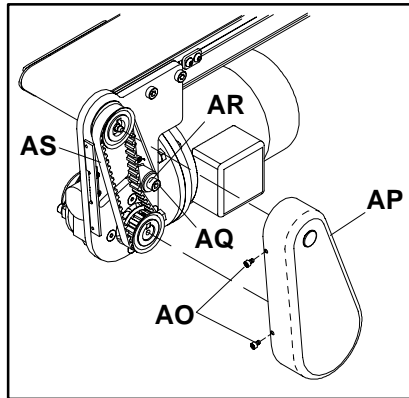

Figure 17: Détail du retrait du carter de la courroie
Débranchez la source de courant électrique. Ensuite, enlevez les vis (AO de la figure 17) qui fixent le carter de la courroie (AP). Ensuite, enlevez le carter.
Serrez le boulon de fixation du pignon de tension (AQ de la figure 17) sous un couple de 24 Nm.